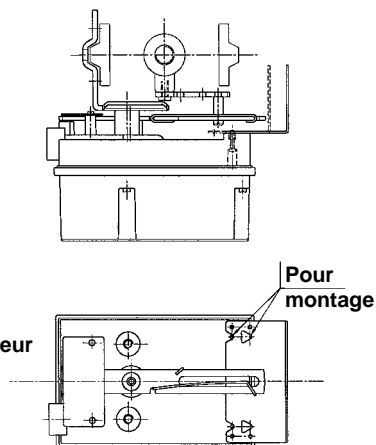

Fig.7
- 3.7 Monter la plaque de protection (D) comme indiqué à la Fig. 7. Les trous à utiliser sont fonction de la grandeur de l'arcade du servomoteur.